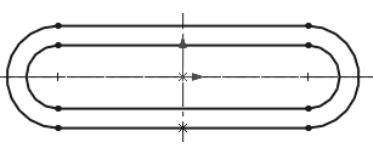

图 8.7 镜像
Step 3 定义镜像中心线。在“镜向”对话框中单击**镜向点:** 下的文本框使其激活, 然后在系统**选择镜向所绕的线条或线性模型边线**的提示下, 选取竖直中心线为镜像中心线, 单击 按钮, 完成草图实体的镜像操作。完成操作后的图形如图 8.7 所示。